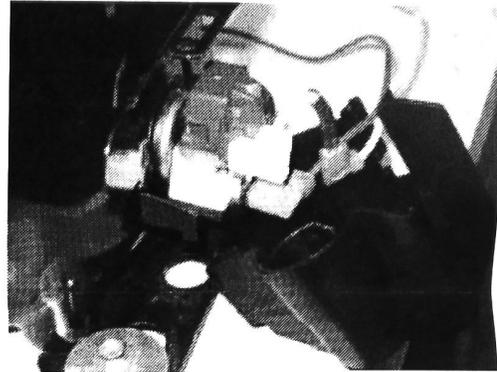

FIGURE 4
8. Installer le nouveau couvercle isolant fourni avec l'ensemble. Veiller à insérer tout le conducteur de dérivation sous le couvercle. Engager d'abord le bas du couvercle puis pousser le couvercle vers le haut pour provoquer l'emboîtement. (Voir Figure 4.)